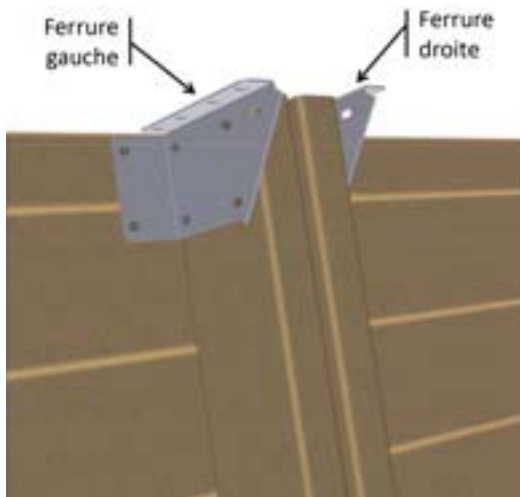

Figure 19 – Mise en place des ferrures en haut des jambes de force
- En haut des jambes de force, mettez en place huit ferrures « droite » et huit ferrures « gauche » du kit « Éléments de fixation » selon la **Figure 19**. Utilisez 6 vis penture torx 6 × 20 en inox A2 (sachet G) par ferrure, soit un total de 96 vis,